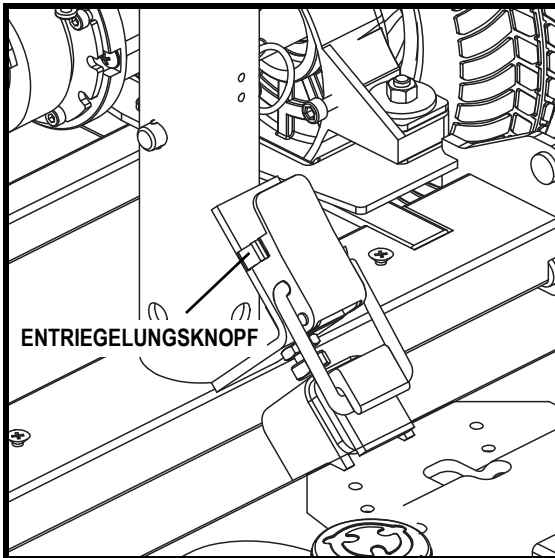

Abb. 11. Kniehebelverschluss geschlossen
6. Entriegelungsknopf drücken und gleichzeitig den Kniehebelverschluss ziehen. **Siehe Abb. 11.**
4. Verschließen Sie den Kniehebelverschluss. **Siehe Abb. 11.**